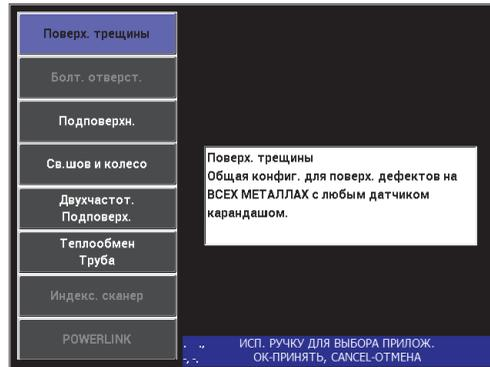

Рис. 5-84 Выявление поверхностных трещин
2. Нажмите клавишу меню ADV SETUP (), затем выберите **ВЫБР ПРИЛ.** (клавиша A), чтобы открыть меню выбора приложений. С помощью ручки регулятора выберите **Поверх. трещины** и нажмите  для подтверждения (см. Рис. 5-84 на стр. 200).
7. Приподнимите преобразователь, затем снова коснитесь преобразователем поверхности образца; повторяя эти движения, нажмите клавишу ANGLE () и настройте угол отрыва на 90° [см. Рис. 5-84 на стр. 200].